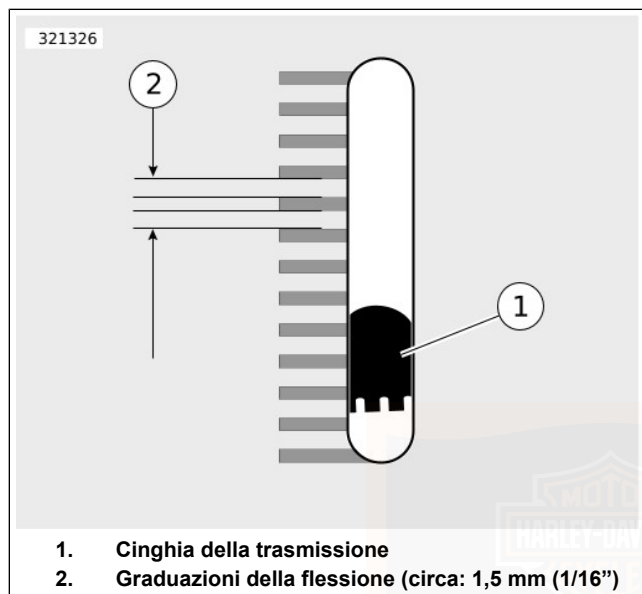

Figura 78. Finestra di visualizzazione della flessione delle cinghie
- a. Far scorrere l'anello di tenuta O-ring (4) verso il contrassegno dello zero (3).
- b. **Modelli dotati di finestra di visualizzazione della flessione delle cinghie:** collocare l'appoggio della cinghia (2) contro la parte inferiore della cinghia della trasmissione e in linea con la finestra di visualizzazione della flessione delle cinghie.
- c. **Tutti gli altri modelli:** collocare l'appoggio della cinghia (2) contro la parte inferiore della cinghia della trasmissione, a metà fra le pulegge conduttrici.
- d. Premere verso l'alto sul pomello (6) fino a quando l'anello di tenuta O-ring scorre in basso verso il contrassegno di 4,54 kg (10 lb) (5) e resta fisso in questa posizione.
- a. **Modelli dotati della finestra di visualizzazione della flessione della cinghia:** vedere Figura 78. Misurare la flessione della cinghia attraverso la finestra di visualizzazione della flessione della cinghia, tenendo fermo il misuratore. Ciascuna graduazione della flessione è di circa .1,6 mm (1/16 in)